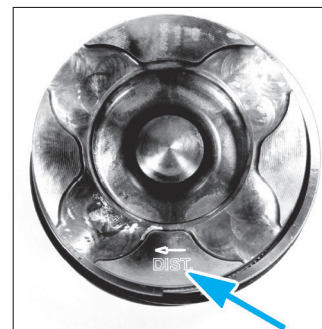

FIG. 81
- Mettre en place chaque ensemble bielle-piston huilé et apparié dans le bloc-cylindres (ensemble n°1 côté volant moteur), orienter la flèche (Fig.81) gravée sur la tête de piston vers la distribution.